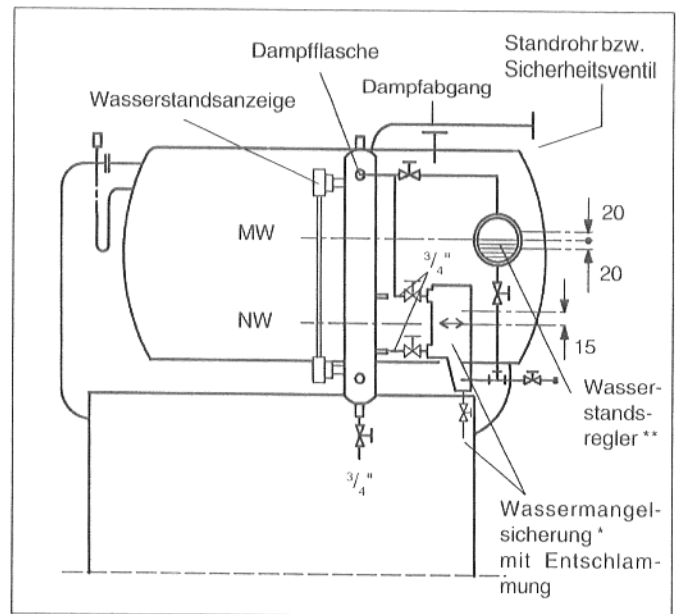
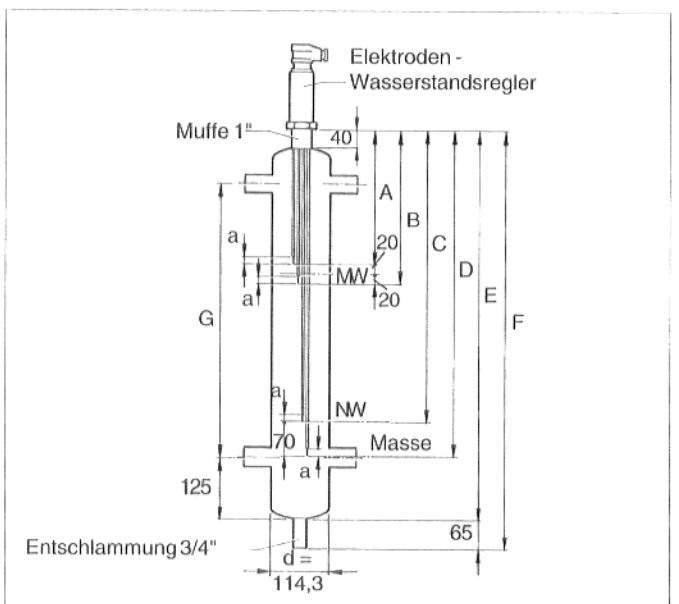

Abb. 21 Seitenansicht; Prinzipabb.
Abb. 23
*) Der Ansprechdruck der Wassermangelsicherung muß auf der Höhe der "NW"-Marke liegen, Schaltdifferenz + 15 mm (Abb. 21).
***) Den Ansprechpunkt des Wasserstandsreglers auf die Höhe der "MW"-Marke legen, Schaltdifferenz ± 20 mm (Abb.21).
Elektroden-Wasserstandsregler (Abb. 23) gesondert zu bestellen; Alternative zu Wasserstandsregler und Wassermangelschalter in der Abb. 21.